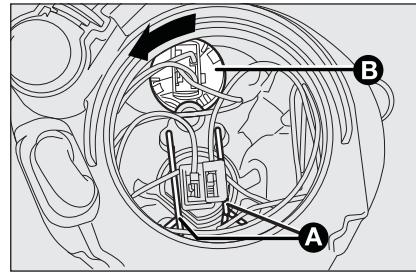

fig. 25
- sganciare le due mollette fermalampada **A**-fig. 25;
- ruotare in senso antiorario il portalampade **B**-fig. 25 e sfilarlo;